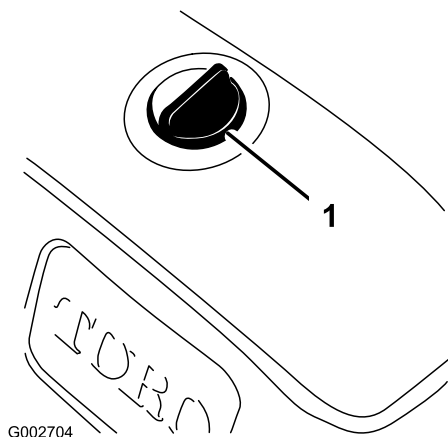

Figura 43
3. Limpe a área em torno da tampa do reservatório de óleo hidráulico para evitar que entrem detritos no depósito (Figura 43).